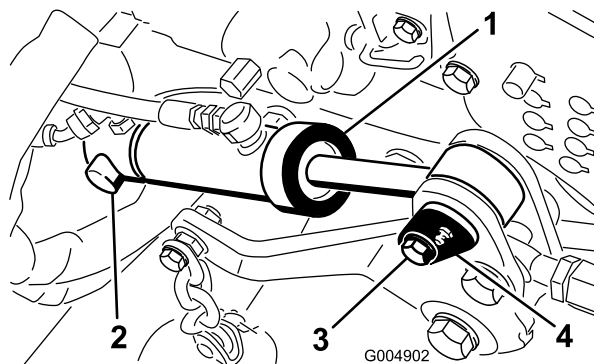

図 36
9. デッキの昇降シリンダをピボットピンに固定しているリテーナリングを外す 図 36。
10. シリンダの前ピボットピンをデッキのフレームに固定しているねじ取り外す 図 36。